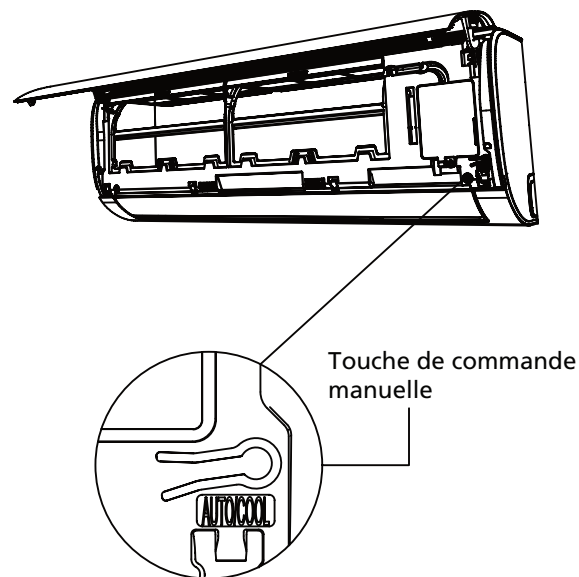

Fig. 8.1
2. La touche **MANUAL CONTROL** est située sur la droite de l'unité. Appuyez 2 fois dessus pour sélectionner la fonction COOL. Voir **fig. 8.1**